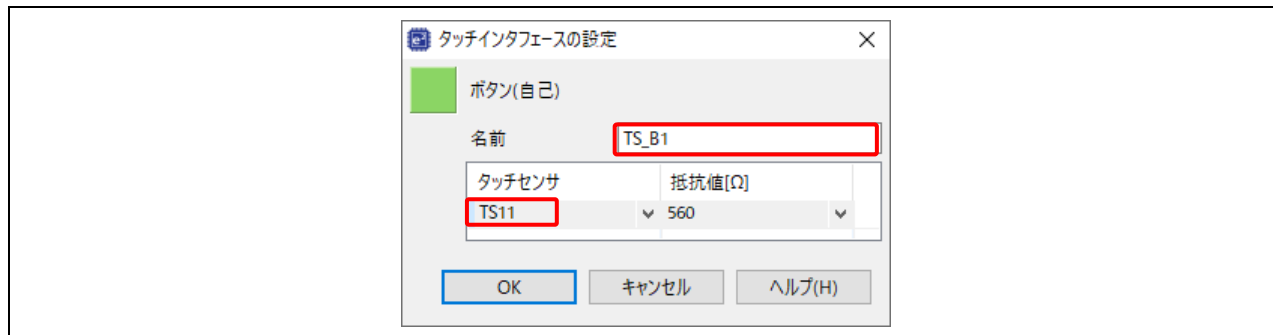

図 14 ボタンへのタッチセンサの割り付け
(9) ボタンにタッチセンサを割り付けます。
- Button00 ボタンをダブルクリックするとダイアログボックスが表示されます。図 14 のように名前を"TS_B1"に変更し、MCU のセンサポートはタッチセンサのプルダウンリストから"TS11"を選択して、ボタンに割り付けます。